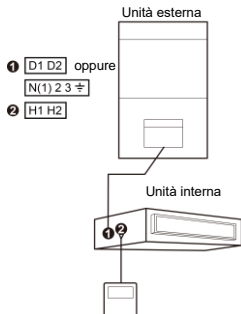

Fig. 4.4: Un controller a parete controlla una unità interna
- (1) Per collegare il controller a parete alle unità UNI SPLIT 2, è possibile utilizzare i metodi di connessione indicati in Fig. 4.4, 4.5, 4.6 o 4.7.
- (2) Quando uno o due controller a parete controllano più unità interne contemporaneamente, il controller a parete può essere collegato a qualsiasi unità interna; tuttavia l'unità interna collegata deve appartenere alla stessa serie di unità interne. Il numero totale di unità interne controllate dal comando a parete non deve superare 16. Tutte le unità interne collegate devono appartenere alla stessa rete di unità interne. Il numero di unità interne nel gruppo controllato deve essere impostato sul controller a parete. Vedi "4.2.3 Impostazione parametri", parametro "P14".
- (3) Quando due controller a parete controllano un'unità interna, gli indirizzi di questi controller devono essere diversi. Vedi "4.2.3 Impostazione parametri", parametro "P13".
- (4) Quando si collegano i terminali del controller a parete, la polarità non ha importanza. I terminali non devono essere collegati ad alta tensione elettrica.